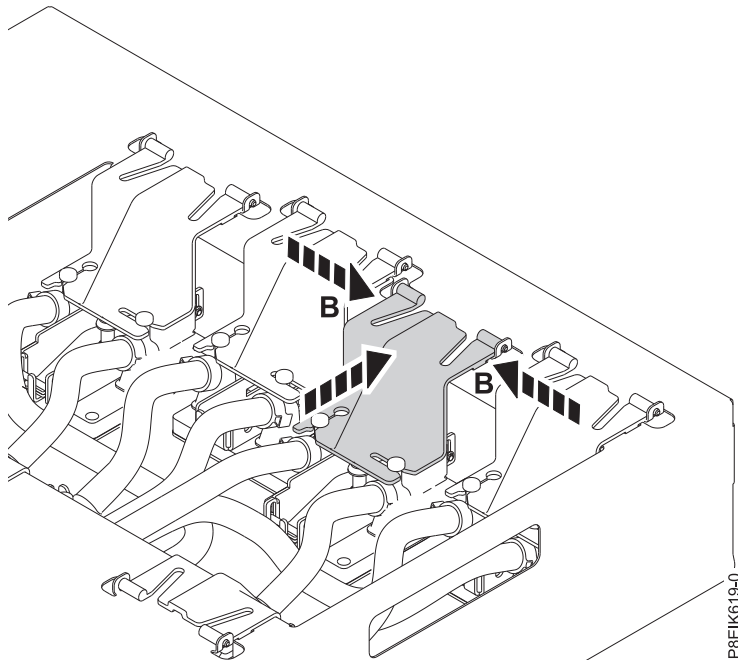

Figura 19. Colocación del soporte de nuevo en la portadora
- d. Pellizque el soporte por los lados **(B)** como se muestra en la Figura 19 en la página 17 y vuelva a colocarlo en la portadora.